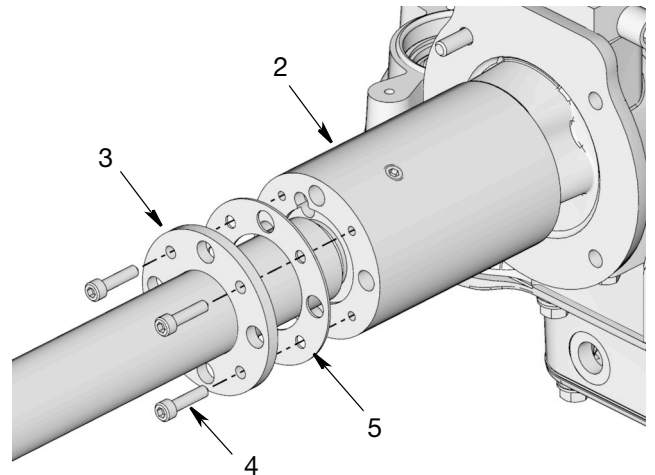

图 49
25. 仅适用于管中管型号: 安装垫圈 (5) 和管中管 (3)。使用螺丝 (4) 将管中管固定到泵适配器 (2) 上。用套筒扳手拧紧螺栓 (图 49)。用 7-9 英尺磅 (9-12 牛·米) 的扭力拧紧。